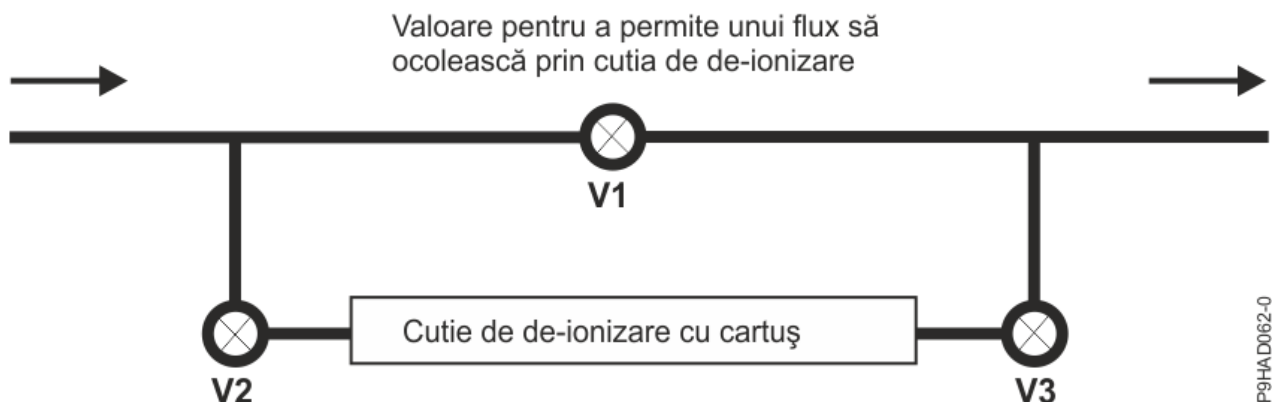

Figura 83. Deionizarea apei folosind cartușe de deionizare instalate în bucla de răcire
- Este important să vă asigurați că apa din sistem este curățată înainte să fie adăugată orice substanță chimică în apă. Acest lucru poate fi realizat prin deionizarea apei folosind cartușe de deionizare care sunt instalate în bucla de răcire. Este prezentat un exemplu în Figura 83 la pagina 158. Chiar dacă apa deionizată este folosită pentru a umple sistemul, un pas de deionizare este prudent din două